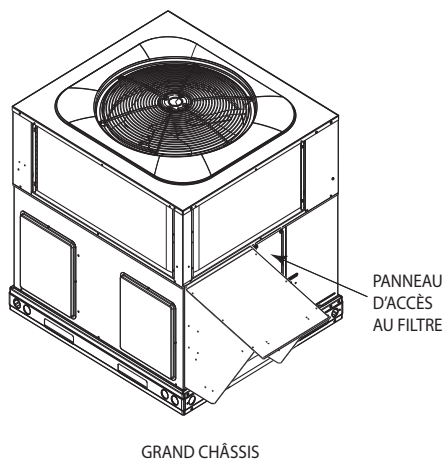

Fig. 9 – Accès au filtre à grand châssis
**Grand châssis (consultez la Fig. 9)**